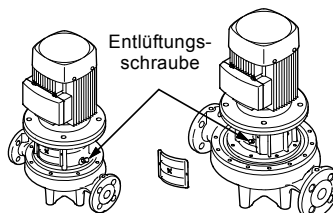

Abb. 15 Position der Entlüftungsschraube
1. Schließen Sie das Absperrventil auf der Druckseite der Pumpe und öffnen Sie die Entlüftungsschraube in der Motorlaterne. Siehe Abb. 15.
2. Lösen Sie die Entlüftungsschraube. Siehe Abb. 15.
- Entlüften Sie die Pumpe während des Anlaufens durch Lösen der Entlüftungsschrauben in der Motorlaterne, bis ein kontinuierlicher Flüssigkeitsstrom aus der Entlüftungsöffnung austritt. Siehe Abb. 15.